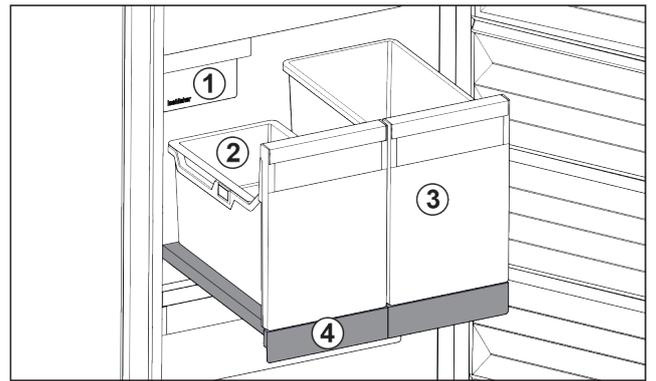

Fig. 50 Compartiment coulissant avec IceTower
- (1) IceMaker
- (2) Balconnet pour glaçons
- (3) Bac pour pizzas, boissons alcoolisées, etc.
- (4) Compartiment coulissant
Le compartiment coulissant comprend deux bacs hauts (IceTower). Le bac Fig. 50 (2) permet de recueillir et de stocker les glaçons de l'IceMaker. Les bacs Fig. 50 (3) sont conçus pour stocker des aliments hauts comme les pizzas et boissons alcoolisées.